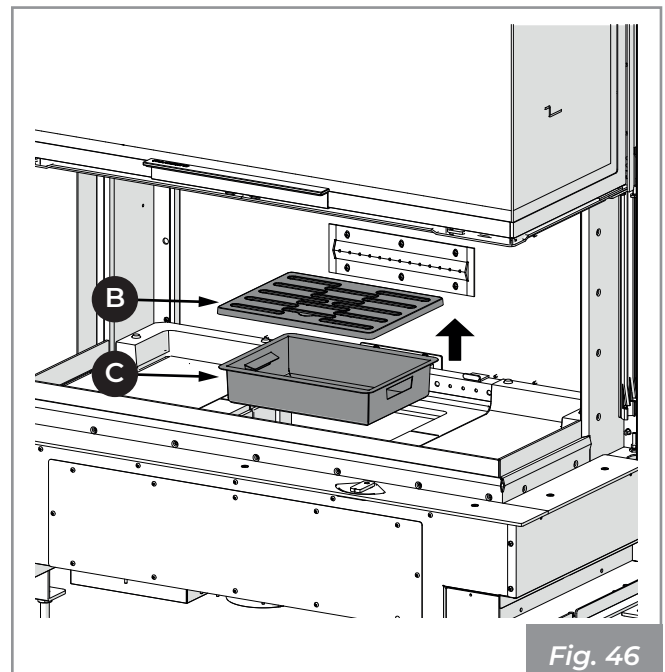

Fig. 46
- 2) Sollevare ed estrarre la griglia (B) e il cassetto cenere (C) (Fig. 46).